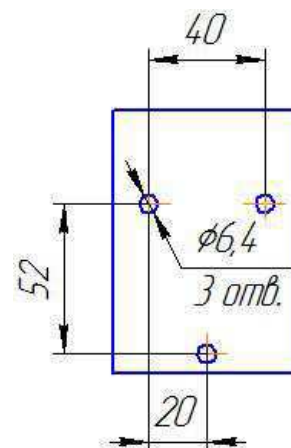

Рис.2
4.8 Схему расположения отверстий крепления на стене кронштейна поста газоразборного модели ППП-5 см.рис.2.